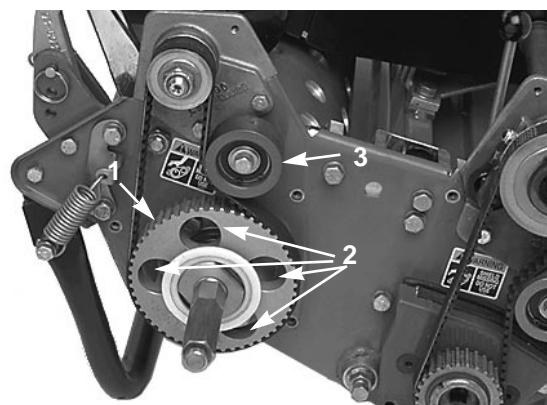

Fig. 3.
6. Girar a polie de transmissão até que os orifícios fiquem alinhados com os (4) parafusos da flange do mancal do rolo (Fig. 3).